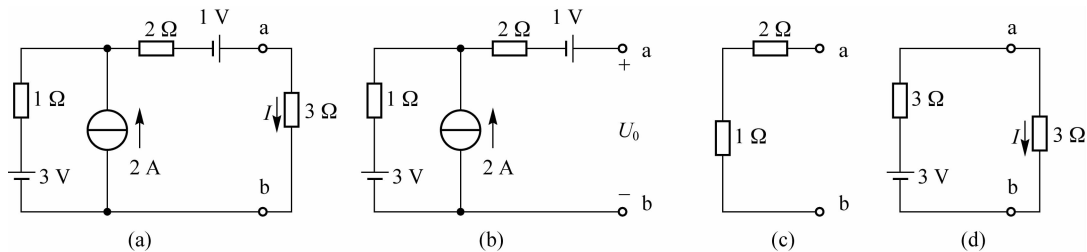

图 2-49 例 2-14 的电路图
例 2-14 用戴维南定理计算图 2-49(a)所示电路中 $3\ \Omega$ 电阻中的电流 I 及 U_{ab} 。
解 (1) 把电路分为待求支路和有源二端网络两部分。移走待求支路,得到有源二端网络,如图 2-49(b)所示。
(2) 图 2-49(b)所示为一简单电路,其中 $2\ \Omega$ 电阻支路中电流为零,左边回路中的电流由理想电流源决定为 $2\ \text{A}$,由此得 $U_0 = (1 + 2 \times 0 + 1 \times 2 + 3)\ \text{V} = 6\ \text{V}$ 。
(3) 再求该二端网络除去电源后的等效电阻 R_0 ,如图 2-49(c)所示, $R_0 = (2 + 1)\ \Omega = 3\ \Omega$ 。
(4) 画出等效电压源模型,接上待求支路,如图 2-49(d)所示,由于已将原电路化简为了简单电路,则电流 I 及 U_{ab} 都很容易计算出来。